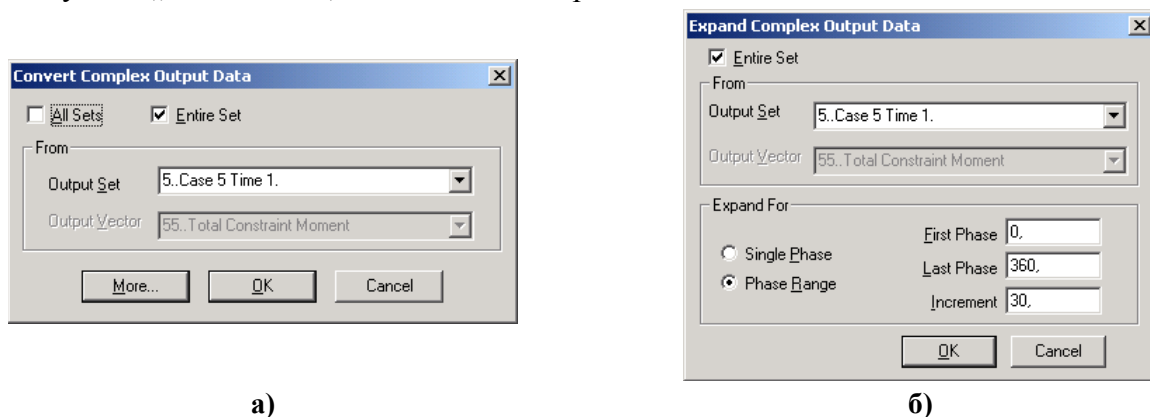

Рис.8.6. Діалогові панелі створення комплексів: а) – звичайних; б) – розширених
- створення комплексів з амплітудних та фазових значень, які є у вказаних наборах даних та векторах (**Convert Complex...**), а також проведення зворотного перетворення (див. рис.8.6-а). Це буває необхідно при аналізі результатів задачі про власні коливання тіл;
- створення нового комплексного набору даних у вказаних фазових інтервалах (**Expand Complex...**). Основою є вказані набори даних та вектори. Якщо на діалоговій панелі (див. рис.8.6-б) обрати „**Single Phase**” (одна фаза), буде створено набір для вказаного значення „**First Phase**” (початкова фаза). Для випадку „**Phase Range**” (діапазон фаз) ще необхідно вказати „**Last Phase**” (остання фаза) та „**Increment**” (фазовий крок). **Увага:** для значення, яке вказано у полі „**Last Phase**”, нові дані не створюються.